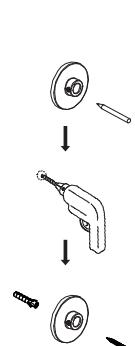

Abbildung 12
- c) Montieren Sie die Wandhalterung an der markierten Stelle (Abbildung 12). Decken Sie die Thermostatbrausestange ab, um Staub zu vermeiden.